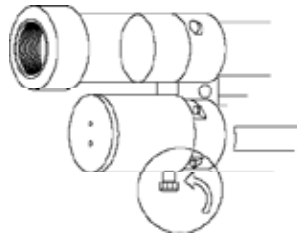

Abb. 7b
- 2) schrauben Sie dann den Kappenkopf auf die Schraube, bis die Maschine vollständig zurück gesetzt ist (Abb. 7b);
- 3) bringen Sie am Ende des Vorgangs die Kappe der Antiblockiereinrichtung (C) wieder in die Ausgangsbedingungen zurück